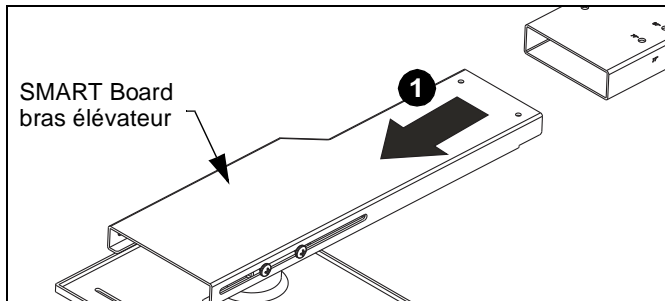

Figure 8
1. Retirez l'extrémité du bras élévateur et la base de fixation et mettez le matériel de côté. (Voir Figure 8)